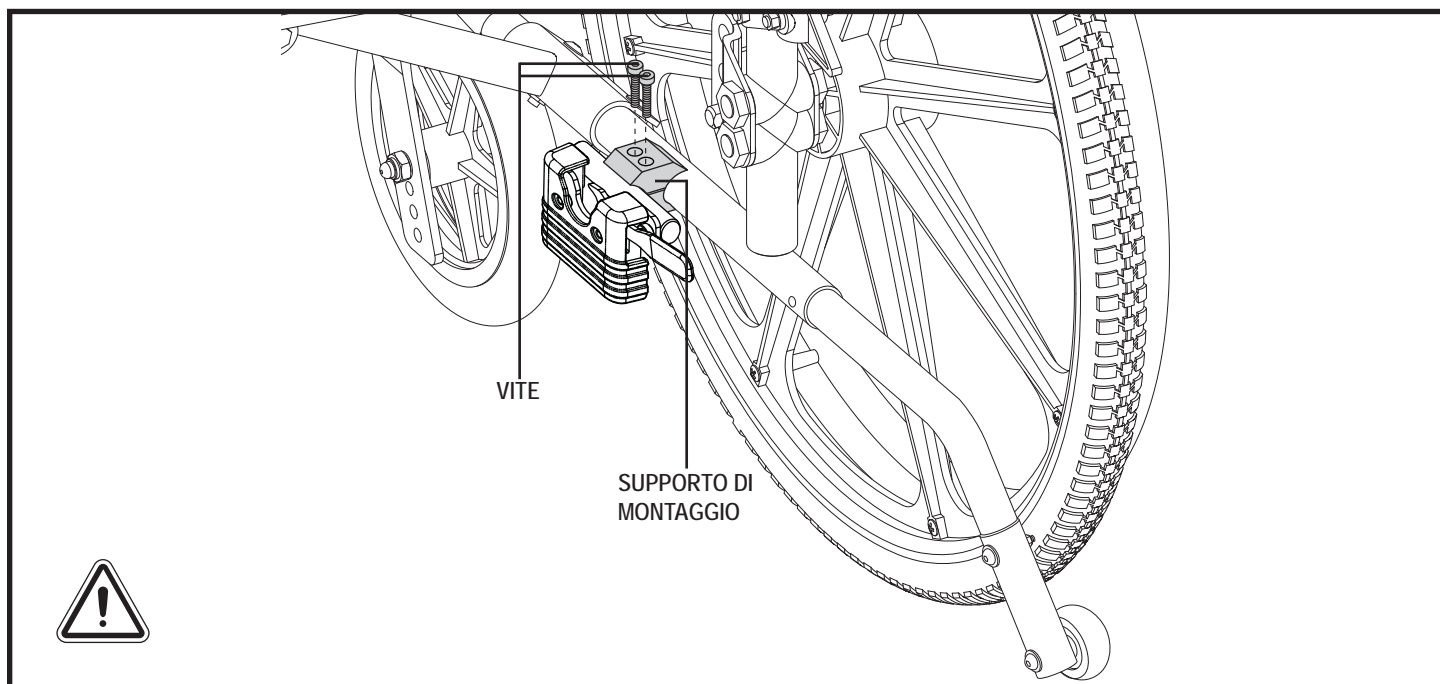

Figura 2. Installazione del supporto di montaggio
2. Installare un supporto di montaggio in fondo a ciascun lato del telaio della carrozzina e stringere i bulloni. Mantenere i due supporti di montaggio nella stessa posizione assiale su ciascun lato del telaio. **Vedere figura 2**.